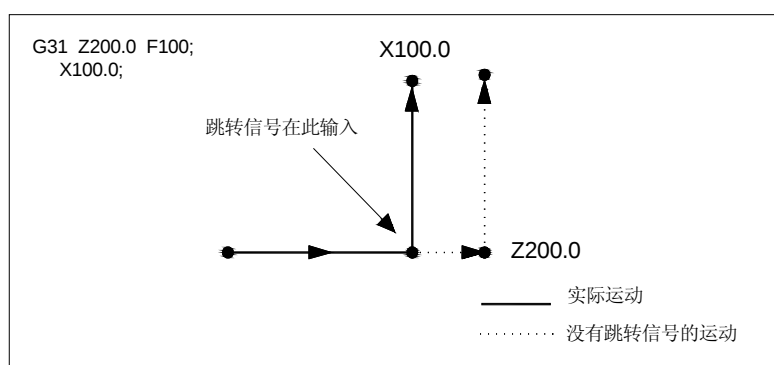

图 3.10-2
- ②. G31 的下一个程序段是1 个轴的绝对坐标编程，编程轴的绝对坐标运行到指定点，另一轴保持原位不动。见下图图3.10-2: